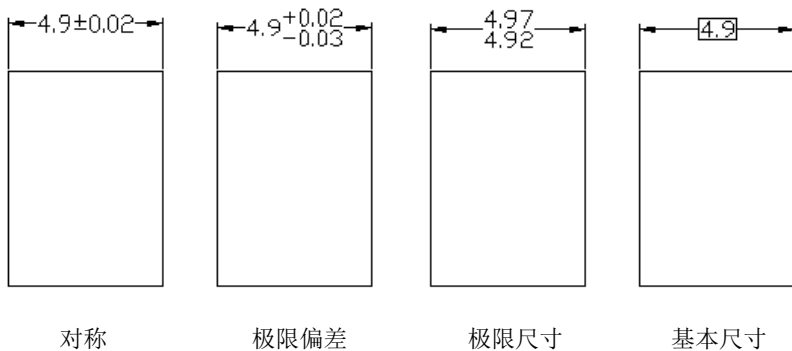

图 7-19 公差标注的形式
(1) “方式”下拉列表框：设置以何种形式标注公差。单击右侧的向下箭头弹出一下拉列表，其中列出了AutoCAD提供的5种标注公差的形式，用户可从中选择。这5种形式分别是“无”“对称”“极限偏差”“极限尺寸”和“基本尺寸”，其中“无”表示不标注公差，即我们上面的通常标注情形。其余4种标注情况如图7-19所示。